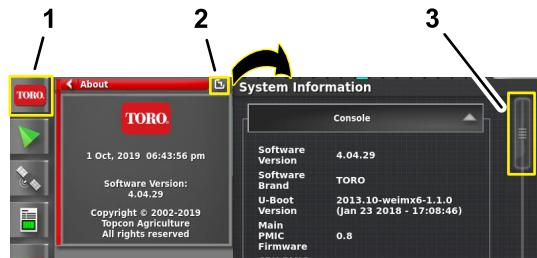

Figura 121
1. Pulse el ícono INFORMACIÓN GENERAL y luego deslice el dedo sobre el ícono PANTALLA COMPLETA en la esquina superior derecha de la ventana de información del sistema (Figura 121).